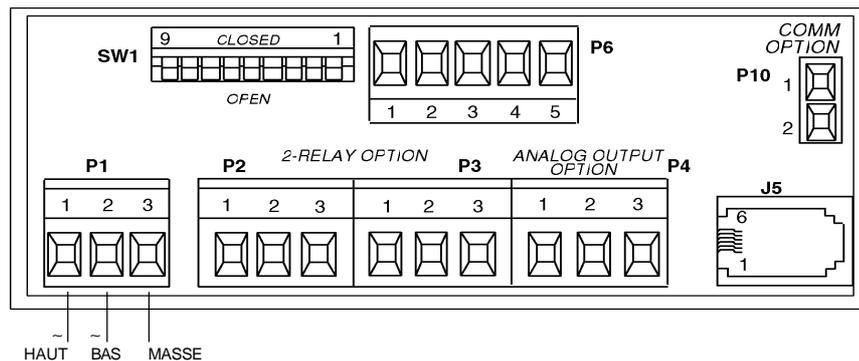

Figure 1.10. - Connecteur P1 pour alimentation réseau CA
2. Repérer le connecteur P1. (voir Figure 1.10 page suivante)